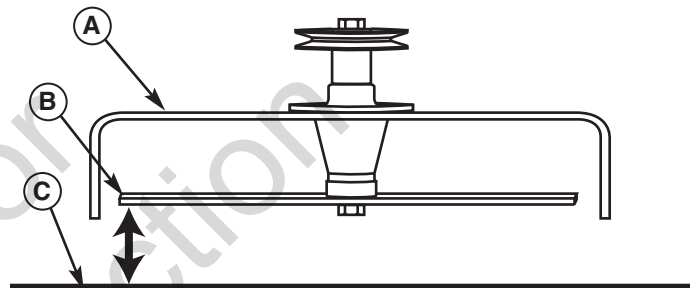

Figura 36. Medir las Puntas del Aspa con el Suelo
5. Mida la distancia entre las puntas de las aspas externas y el suelo (vea la Figura 36). Si hay una diferencia mayor a 1/8" (3mm) entre las medidas en cada lado, proceda con el paso 6. Si la diferencia es de 1/8" (3mm) o menos, proceda con el Nivelado de Adelante hacia Atrás.